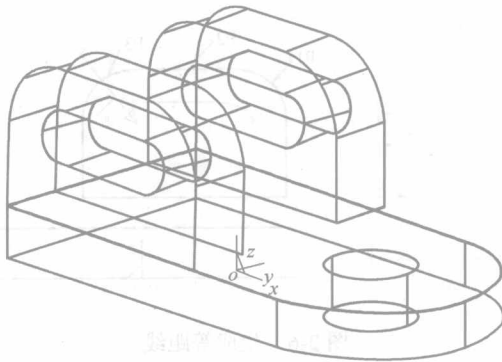

图 2-11 支架的三维线架造型
(13) 在立即菜单中选择平移方式为“偏移值”、“拷贝”，设置参数“DY: 17.5”，框选拾取曲线，生成平移曲线。采用同样方法，生成其他偏移曲线。
(14) 补齐其他曲线，完成线架造型，结果如图 2-11 所示。